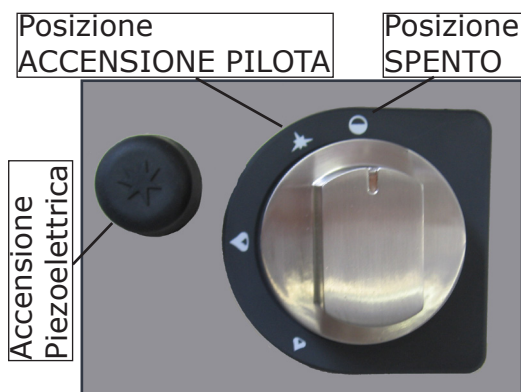

Fig.12
- girare la manopola e tenerla premuta sulla posizione di accensione del bruciatore pilota★(**Fig. 12**) e contemporaneamente premere ripetutamente